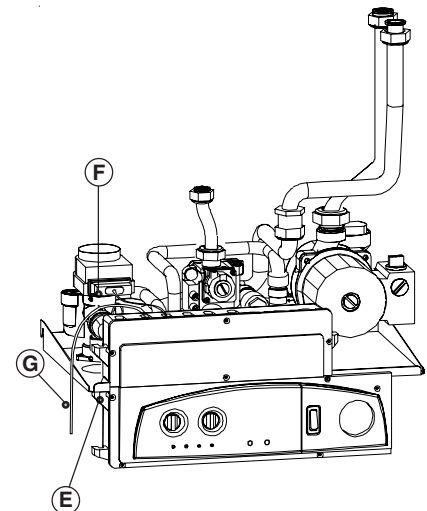

рис. 25
- Снимите компоненты от 1 до 6, как указано на рисунке 25/A и соберите компоненты от 1 to 6, содержащиеся в комплекте и как указано на рис. 25 В, также снимите реле минимального давления с группы подачи отопления и установите его на патрубке трехходового клапана.
- Подключите электрическую клемму с панели управления к приводу трехходового клапана. См. деталь "F" на рис. 25.